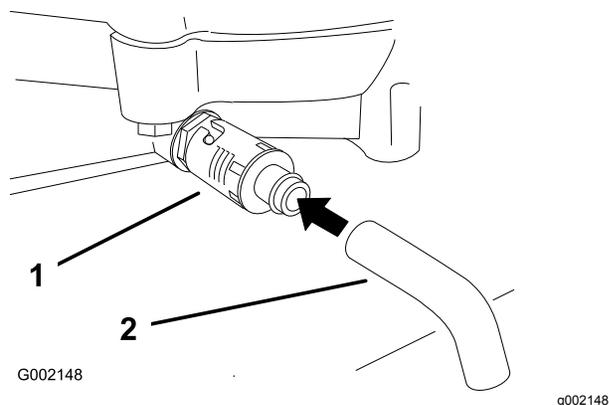

Рисунок 23
4. Поместите поддон под сливное отверстие. Поверните маслосливной клапан, чтобы дать маслу стечь (Рисунок 23).